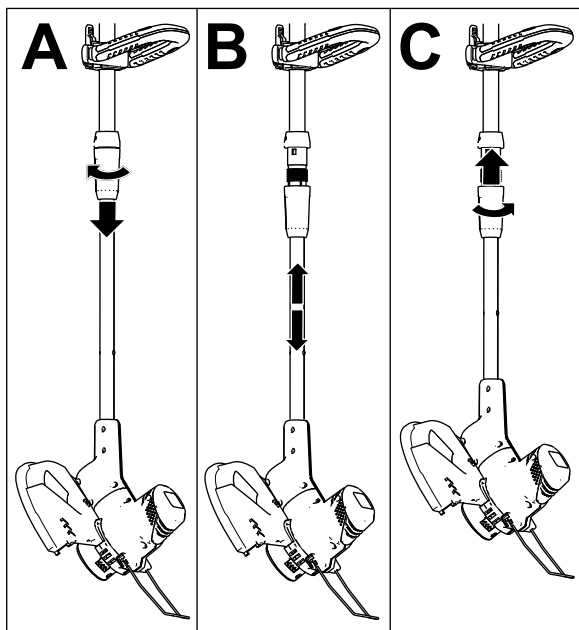

Figure 14
1. Desserrez l'accouplement sur la partie inférieure de la tige (encadré A de la Figure 14).
2. Faites coulisser la tige télescopique jusqu'à la hauteur voulue (encadré B de la Figure 14).
3. Serrez l'accouplement pour bloquer le manche en place (encadré C de la Figure 14).